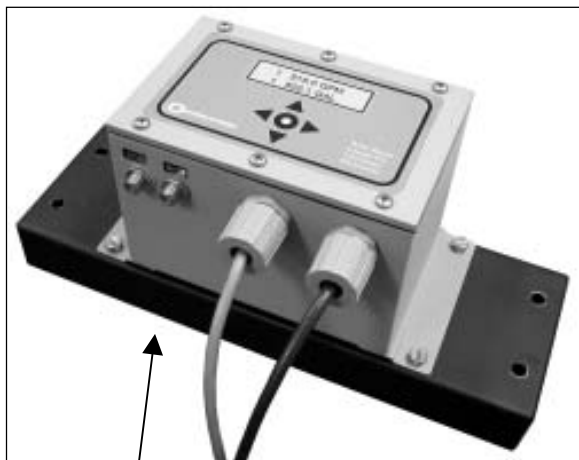

Abbildung 1
- Das integrierte Durchflussmessgerät 1020 an einer Montageschienenabdeckung mit vier Schrauben, Scheiben, Sicherungsscheiben und Muttern anbringen (Abbildung 1). Die andere Schienenabdeckung an der zweiten Montageschiene/Transducer-Einheit befestigen.